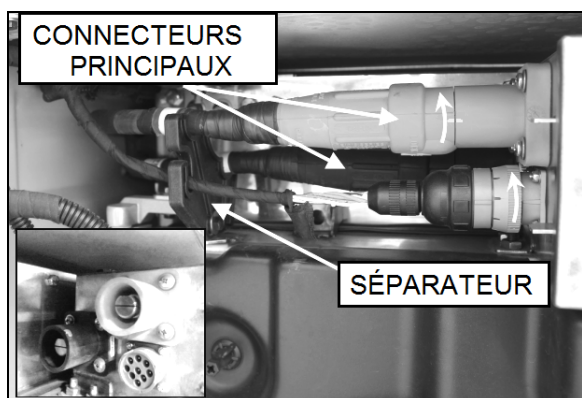

FIGURE 15: CONNECTEURS DE LA BOÎTE DE DISJONCTEURS
- Tourner d'un demi-tour antihoraire les deux connecteurs principaux (un rouge et un noir) et tirer pour les débrancher (FIGURE 15).